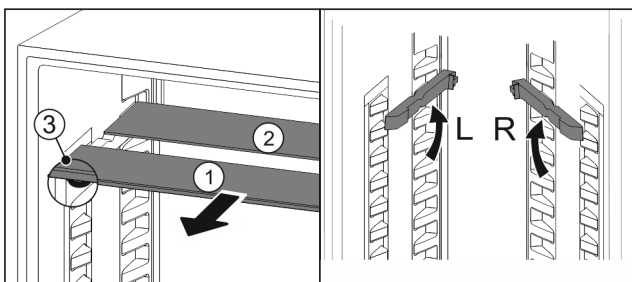

Fig. 35
- ▶ Vytiahnite sklené dosky jednotlivo dopredu Fig. 35 (1).
- ▷ Sklená doska Fig. 35 (1) s ozdobnou lištou leží vpredu.
- ▷ Zarážky Fig. 35 (3) ukazujú nadol.